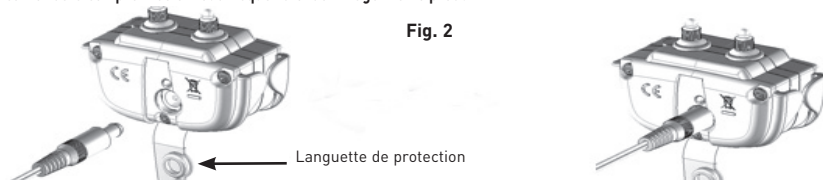

Fig. 2
- Branchez votre chargeur (cf. Fig. 2).